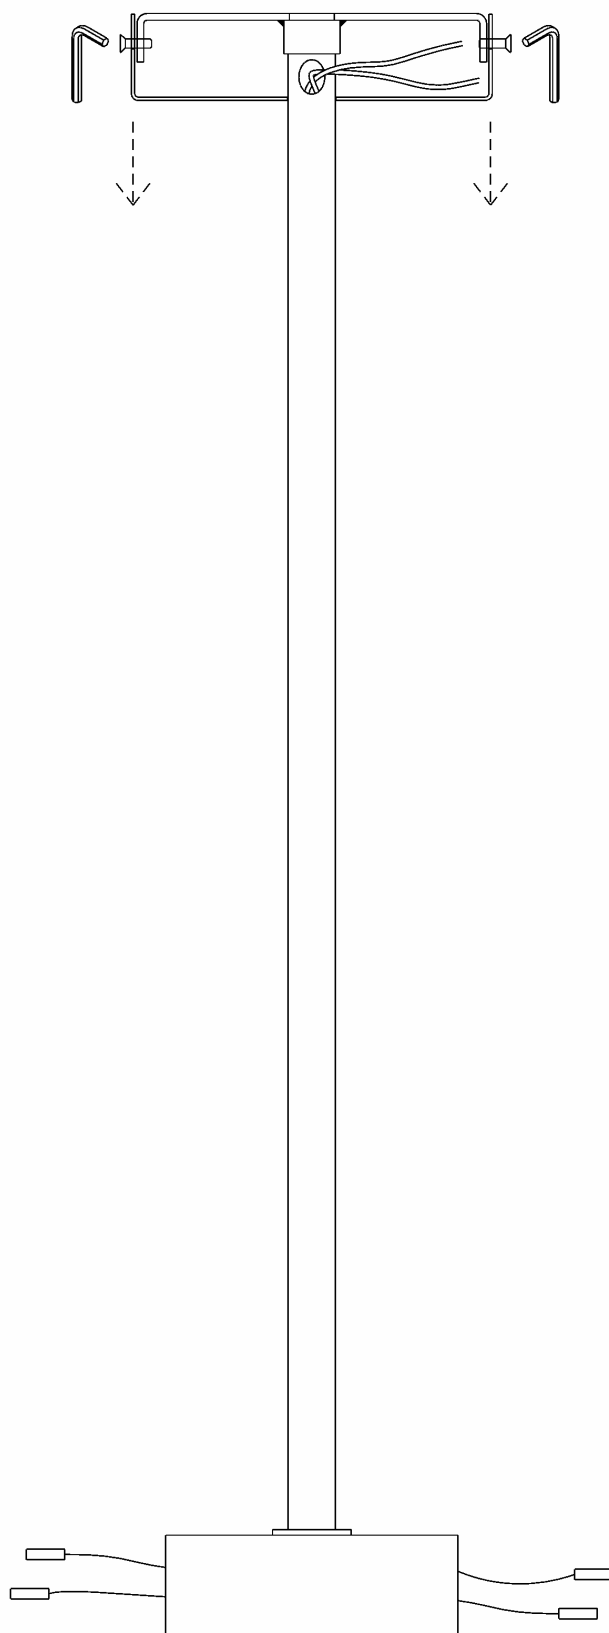

FIG 2
- 2 Fissare la piastra al soffitto, fig 2.
- 4 Alzare il rosone e fissarlo con le due viti laterali, fig 2.
- 2 *Fasten the plate to ceiling, fig 2.*
- 4 *Raise the canopy and fix it with the two lateral screws, fig.2*